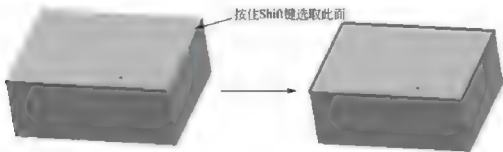

图 5.33 面链选取
(1) 按住 Ctrl 键，鼠标单击所有边线。
(2) 单击一条边，然后按住 Shift 键并单击这条边所在的面，就可以选中这个环形线链，如图 5.33 所示。